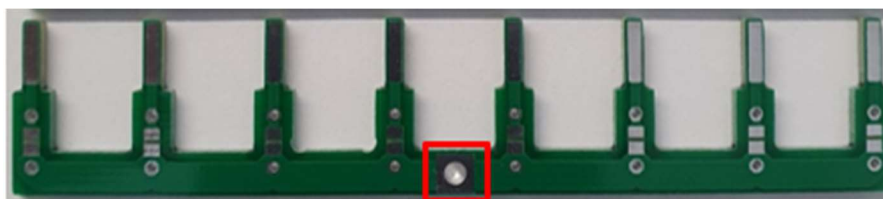

Figura 21 - Alimentação da Placa
2. De seguida, no orifício central, solde um fio que irá alimentar a placa com a fase proveniente do seu quadro elétrico (Figura 21). Note que ao soldar o fio não o deve ter ligado a nada e que o mesmo deve de ter uma secção mínima de $2.5mm^2$, ou $1.5mm^2$ caso todas as cargas sejam de iluminação.